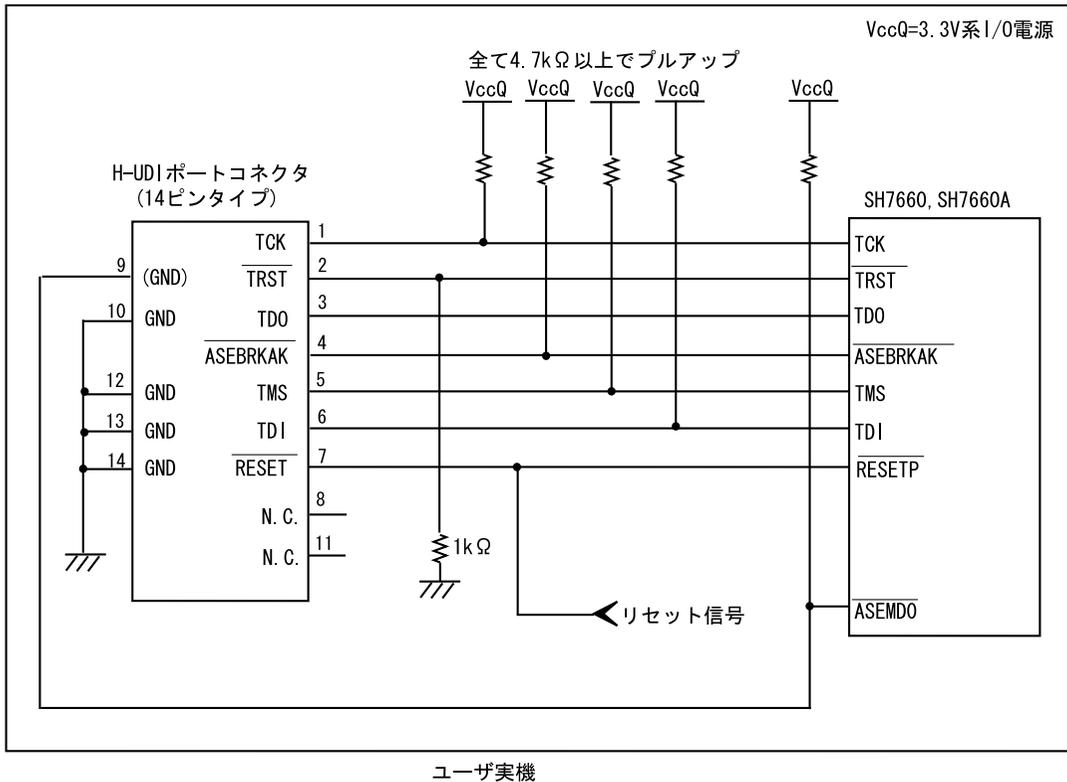

図 1.6 E10A-USB 使用時の H-UDI ポートコネクタ - チップ間の推奨接続例 (14 ピンタイプ UVCC 未接続時[注])
E10A-USB エミュレータ使用時の H-UDI ポートコネクタ(14 ピンタイプ)とチップ間の推奨接続例を図 1.5、UVCC 未接続時の接続例を図 1.6 に示します。
- 図 1.6 接続例で回路を組んだ場合の E10A-USB エミュレータのスイッチ設定：SW2=0, SW3=1 スイッチ設定の詳細は、「SuperH™ファミリ用 E10A-USB エミュレータユーザーズマニュアル 3.8 章 DIP スイッチの設定」を参照してください。